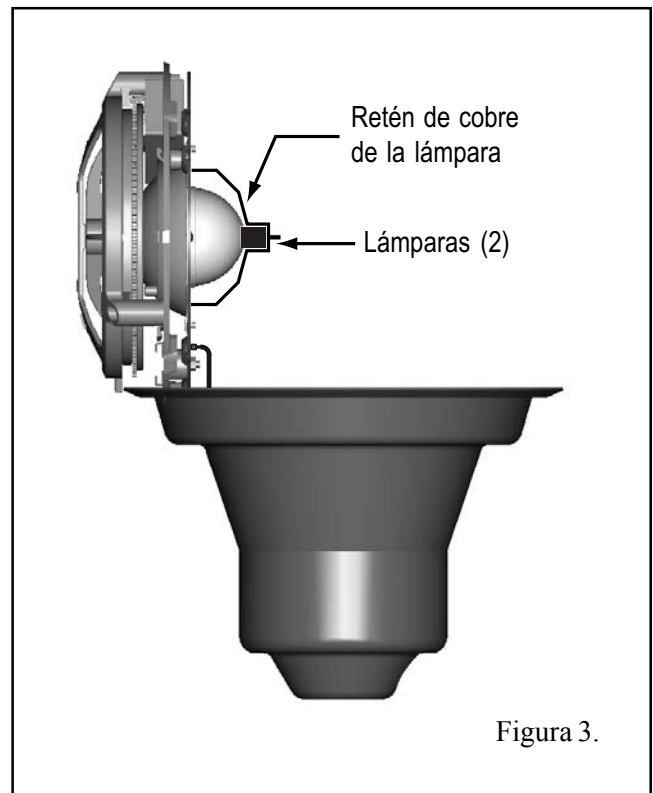

Figura 3.
- a. Con un destornillador para tuercas de 1/4" (0.6cm), quite las tuercas de retención de la placa de la lámpara y colóquelas en un lugar seguro; véase la Figura 3.
- b. Levante el conjunto de rueda de colores/lámpara para separar los pernos y luego déle vuelta hacia arriba y apóyelo verticalmente en el artefacto para tener acceso a la lámpara; vea la Figura 3.